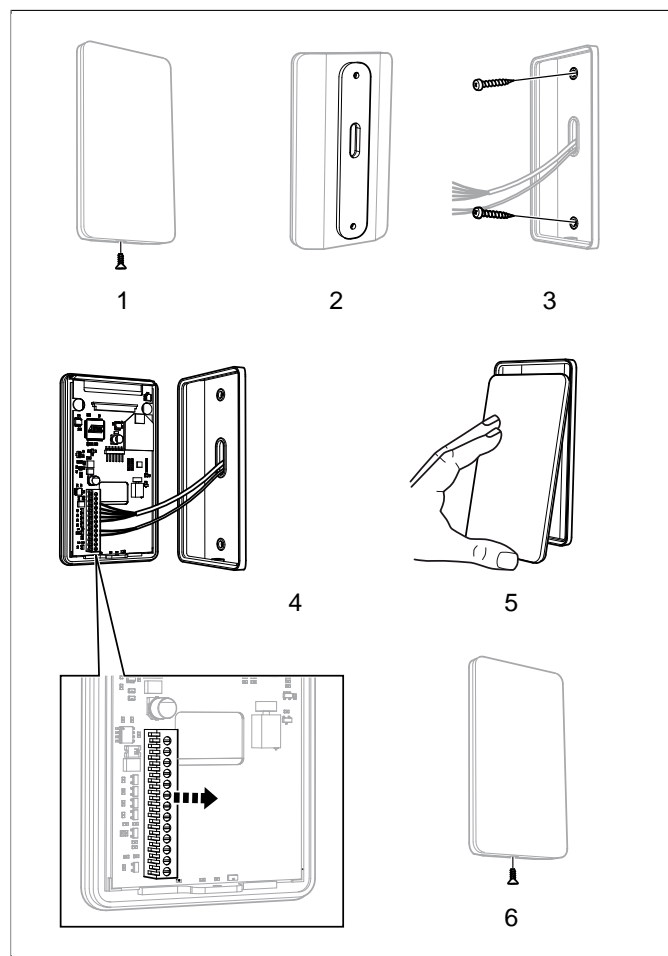

Fig 18: Montering av manöverpanelen
1. Lossa låsskruven och dela på panelen och bakstycket (se **Fig 18**, sidan 7 pos 1).
2. Klistra på tätninglist på bakstycke (se **Fig 18**, sidan 7 pos 2).
3. Skruva upp bakstycket på lämplig plats så att elektriska kablar passerar genom avsedd öppning. Notera att hålet för fixeringskruven skall vara i nederkant (se **Fig 18**, sidan 7 pos 3).
4. Skruva fast ledningar i plinten enligt kopplingsschemat (se **Fig 18**, sidan 7 pos 4). För att förenkla inkopplingen kan den avlånga plinten lossas från kretskortet när man skruvar dit sladdarna. Dra plinten rakt ut, vicka ej av den p.g.a. risk för skada på stift (se **Fig 18**, sidan 7 detaljbild).
5. Skjut på manöverpanelens glasparti underifrån och håll på plats (se **Fig 18**, sidan 7 pos 5).
6. Skruva fast låsskruven i underkant (se **Fig 18**, sidan 7 pos 6).